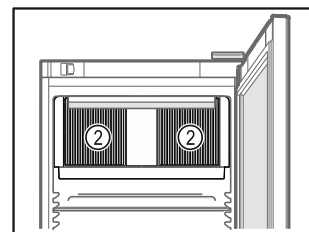

Fig. 63
- Lüftungsschlitze Fig. 63 (2) des Umluftgebläses im Innenraum freihalten.